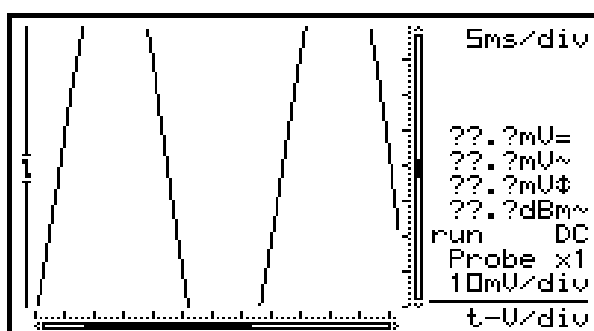

Fig 23
- Si le signal sort de l'écran, ou lorsque le signal est trop petit pour être mesuré, trois points d'interrogation "???" sont affichés. Fig 23)